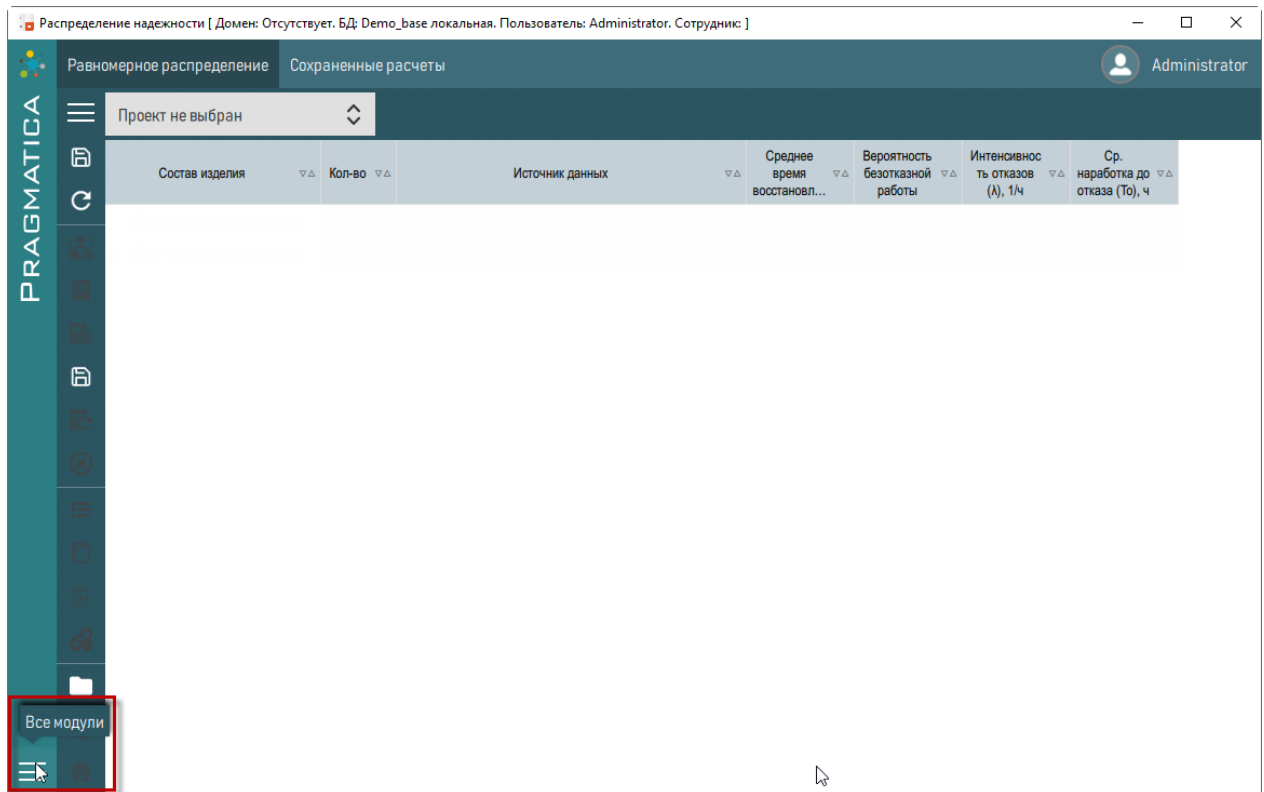

Рисунок 55 – Окно «Распределение надежности»
- 2) В рабочем окне «Распределение надежности» нажать на кнопку  «Все модули», расположенную слева на панели (рисунок 55).